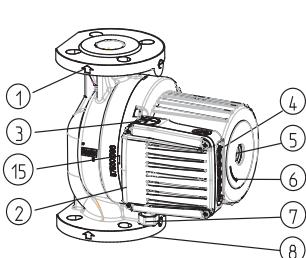
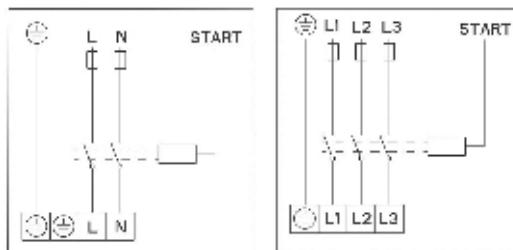

Fig.2
Fig. 4
- Direcția debitului de apă din pompă trebuie să se potrivească cu direcția indicată de săgeata de pe carcasa pompei (Fig.2-POS.1).
- Flanșele de racord sunt proiectate pentru presiunea nominală NP 6/10 (Fig.2 – POS.8)
- Pompele GHN (basic, auto), GHNM (basic, auto) au o singură carcă hidraulică (Fig.2 – POS.8).
Carcasa hidraulică a pompei poate fi izolată numai până la fanta dintre motor și carcasa hidraulică. Deschiderile pentru scurgerea condensului trebuie să rămână neacoperite pentru a permite drenarea din carcasa statorului. În mod similar, aceleasi deschideri trebuie să fie descooperite și la sistemele de încălzire, când se va efectua numai izolarea termică a carcasei hidraulice (Fig. 2, 3, POS. 15). Carcasa motorului electric, pe care sunt dispuse deschiderile pentru drenarea condensului, nu trebuie să fie izolată în nici un caz!
Cablajul trebuie conectat prin intermediul unei presetupe de cablu M20 (Fig.2 – POS.7).
Conexiunile electrice ale pompei trebuie efectuate în conformitate cu diagrama de conexiuni (Fig. 4) atașată pe spatele capacului motorului. Înainte de a face acest lucru, desfaceți capacul superior (Fig.2 - POS. 2).
La pompele de tip GHN (basic, auto), GHND (basic, auto), GHNMD (basic, auto), GHNM (basic, auto) rotorul este imersat și dotat cu lagăre speciale gresate cu apă. Înainte de a pune pompa în funcțiune, aceasta trebuie umplută cu apă și dezaerată. Dezaerați pompa prin desfacerea șurubului de la spatele motorului electric (Fig.2-POS.5). Aerul va ieși prin fanta dintre arborele motorului și lagăr. Când apa începe să curgă pe aici, închideți vanele atât la partea de aspirație cât și de refulare a pompei. Porniți pompa și verificați direcția de rotație a axului. În cazul unei direcții de rotație greșite, va începe să clipească un bec cu lumină roșie.
Deconectați pompa de la curent, închideți vanele de pe ambele părți ale pompei (aspirație și refulare), deșurubați șurubul de la orificiul de dezaerare, plasați șurubelnița (Fig.2-POS.5) în canelura arborelui și răsuciți atât cât permite forța de frecare. Apoi înșurubați înapoi șurubul de la orificiul de dezaerare.